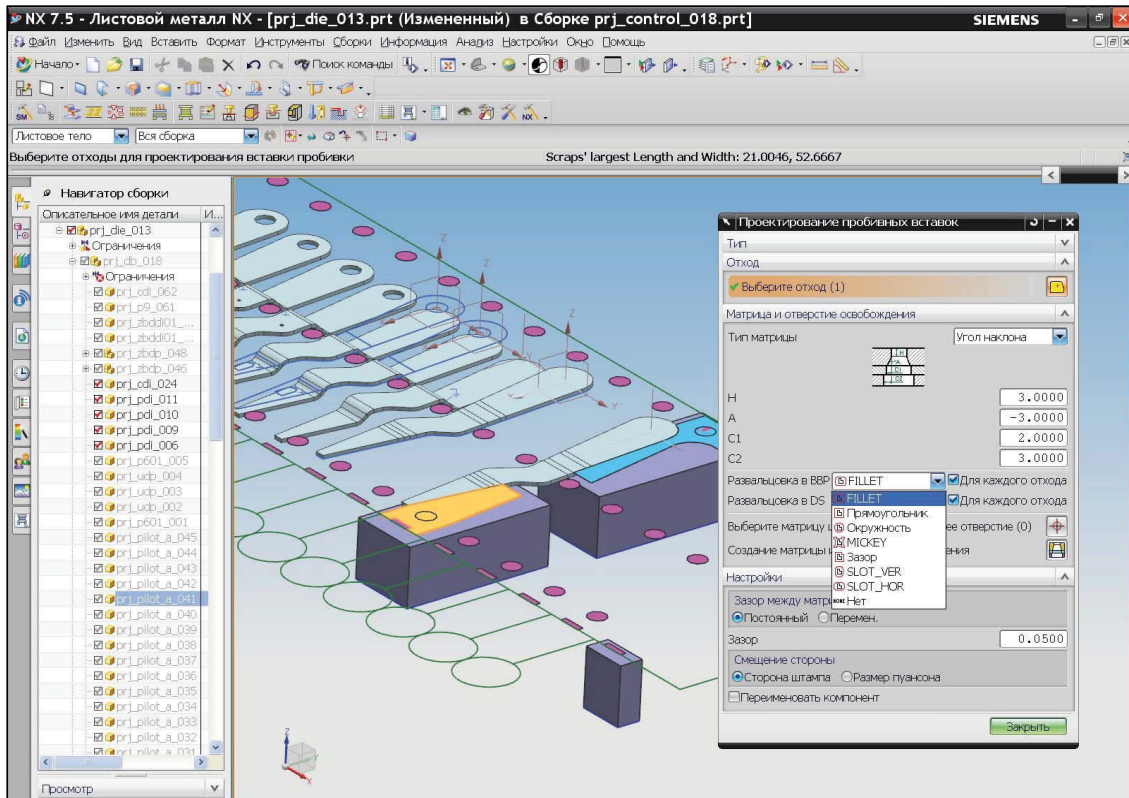

Рис. 8.21. Выбор отхода
3. В разделе **Отход** нажмите кнопку **Выберите отход**. В рабочем окне укажите отход, как показано на рис. 8.21.
4. Определите тип создаваемого отверстия в матрице. В разделе **Матрица и отверстие освобождения** в строке выбора **Тип матрицы** выберите **Угол наклона**. Задайте значения отверстия, как показано на рис. 8.21.